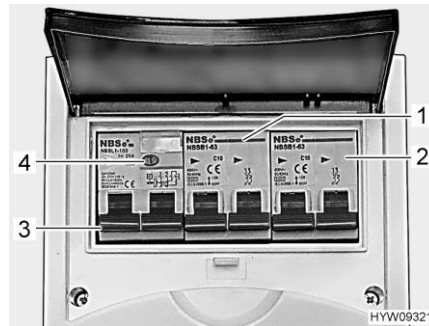

Bild 81 Leitungsschutzschalter und FI-Schalter (230-V-Sicherungskasten)
Ein Fehlerstrom-Schutzschalter (FI-Schalter) (Bild 81,3) im Sicherungskasten sichert das gesamte Fahrzeug gegen Fehlerstrom (30 mA) ab.
Der nachgeschaltete Leitungsschutzschalter (10 A) (Bild 81,1) sichert die 230-V-Steckdosen, den Elektroblok, das Zusatz-Ladegerät und den Kühlschrank ab.
Bei Fahrzeugen mit Sonderausstattung, z. B. Dachklimaanlage, sichert ein zusätzlicher Leitungsschutzschalter (16 A) (Bild 81,2) das Gerät ab.
- Wenn das Fahrzeug an die 230-V-Versorgung angeschlossen ist, die Prüftaste (Bild 81,4) drücken. Der Fehlerstromschutzschalter (FI) muss auslösen.